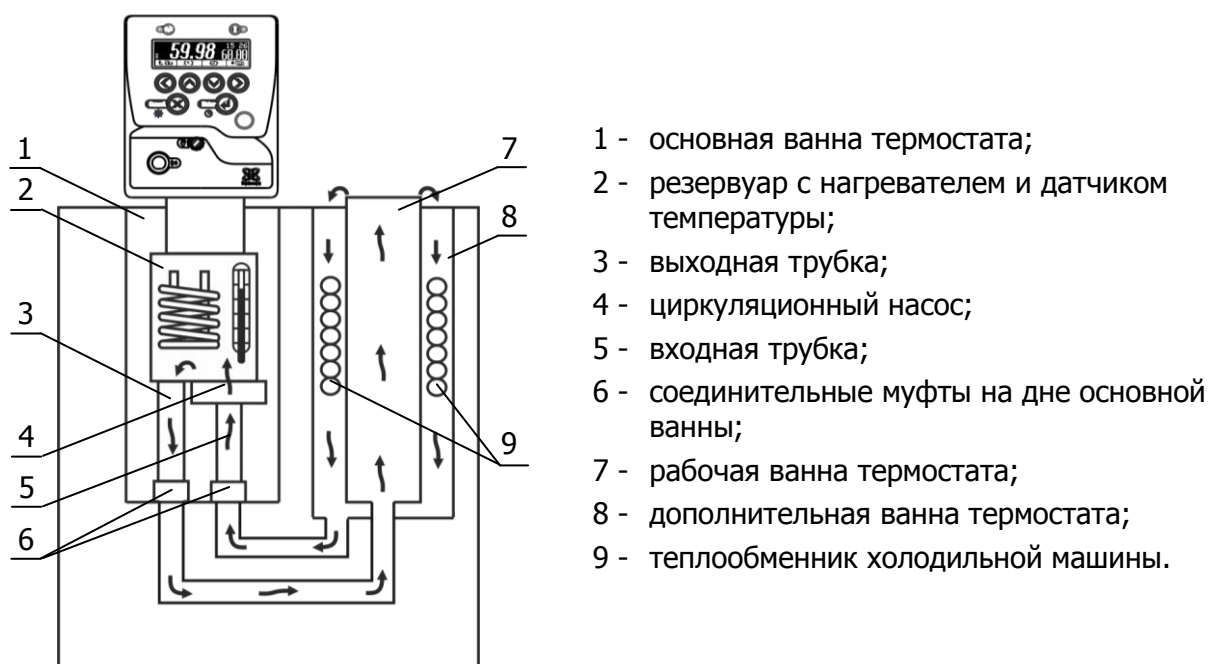
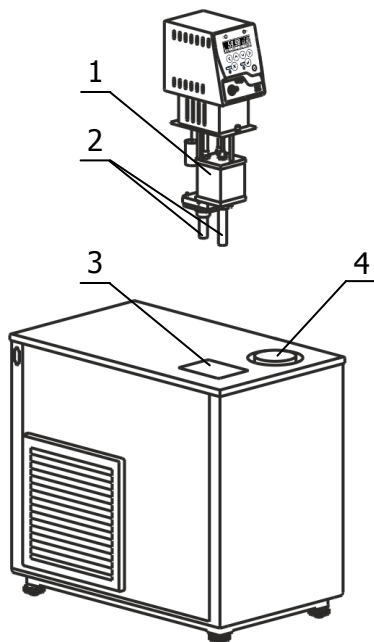

Рисунок 3 — Устройство термостата
Рисунок 4 — Установка блока регулирования
1.4.8 Циркуляционный насос 4 блока регулирования температуры (рисунок 3), через входную трубку 5 забирает теплоноситель из дополнительной ванны 8 и нагнетает его в резервуар 2 с нагревателем и датчиком температуры. В резервуаре температура теплоносителя регулируется и далее, через выходную трубку 3, теплоноситель поступает в рабочую ванну 7, а из нее, переливом через верхний край ванны, поступает в дополнительную ванну 8, где происходит охлаждение теплоносителя при помощи теплообменника холодильной машины 9.
2.2.3 Вставить входную и выходную трубки 2 (если они не были установлены заводом-изготовителем) во входной и выходной патрубки блока регулирования и зафиксировать их винтами (рисунок 4). Выходную трубку следует вставлять в резервуар 3 косым срезом до упора.
2.2.4 Блок регулирования погрузить в отверстие 3 так, чтобы трубки 2 (рисунок 4) попали в муфты 6 (рисунок 3) на дне основной ванны и зафиксировать блок винтовыми фиксаторами на крышке термостата.
2.2.6 Заполнить ванну термостата теплоносителем через отверстие над рабочей зоной 4 (рисунок 4). Перелив теплоносителя из рабочей ванны в дополнительную и основную ванны займет некоторое время. Заполнять ванны следует до момента начала слива теплоносителя из переливного штуцера 5. Температурный диапазон применения теплоносителя должен соответствовать значениям, указанным в 1.2.6.
Причина отсутствия перелива — неправильная работа насоса, вызванная воздушной пробкой, образовавшейся в резервуаре 1 (рисунок 4). Для ее устранения необходимо: